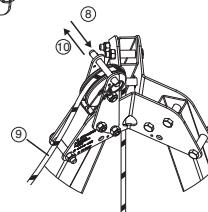

Fig. 10
8. Togliere il perno che si trova al di sopra della puleggia di rinvio nella parte superiore del treppiede TRACPODETM (fig. 10, 8).
9. Passare la fune dell'apparecchio DEROPETM attorno alla puleggia di rinvio (fig. 10, 9).
10. Riposizionare il perno per impedire che la fune esca dalla puleggia di rinvio (fig. 10, 10).